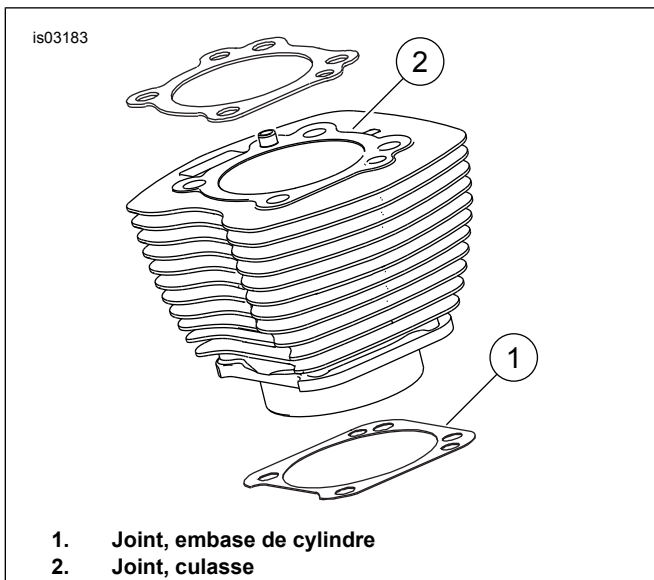

Figure 1. Joints de cylindre
Figure 1. Le 4,060 po. Le joint d'embase de cylindre (1) et le joint de culasse (2) éliminent la nécessité d'utiliser des joints toriques. Ne pas utiliser de joints toriques sur les goujons de cylindre ou les emboîtements de cylindre.